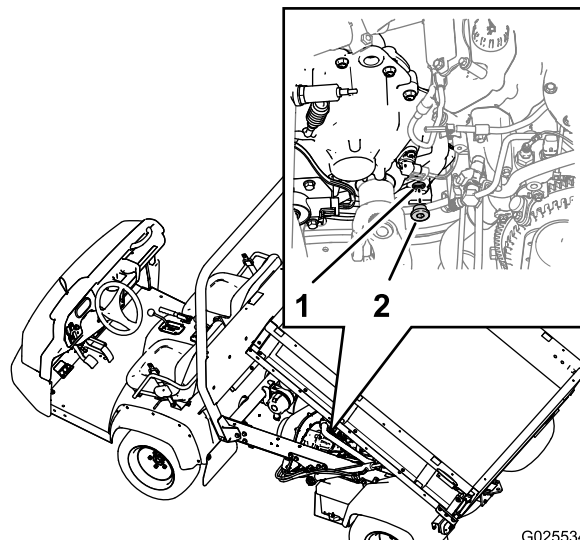

Рисунок 65
1. Найдите пробку заливного отверстия в нижней внутренней зоне на задней части коробки передач (Рисунок 65).
3. Поверните пробку против часовой стрелки и извлеките ее из заливного отверстия коробки передач (Рисунок 65).
4. Если уровень рабочей жидкости в коробке передач низкий, долейте рабочую жидкость указанного типа в коробку передач через заливное отверстие до уровня нижней части резьбы отверстия (Рисунок 65).
6. Установите пробку заливного отверстия в коробку передач и затяните ее от руки (Рисунок 65).